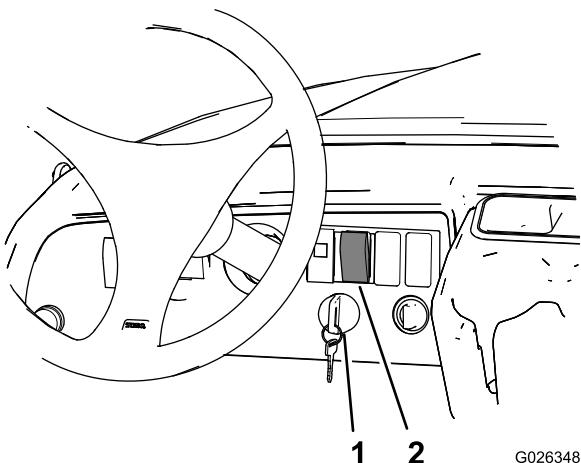

Figura 6
- Rode a ignição para a posição On (ligar) (Figura 6).
- Pressione a ignição da parte de cima do elevador da caixa de carga até que esteja completamente levantada (Figura 6).
- Rode a ignição para a posição Off (desligar) (Figura 6).
- Pressione a ignição da parte de baixo do elevador da caixa de carga até que o accionador esteja completamente retraído (Figura 6).